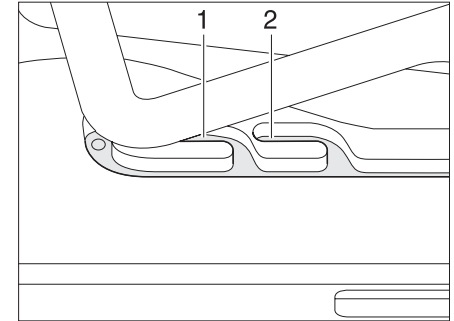
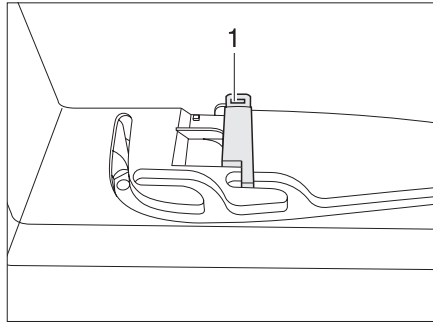

Bild 35 Heki-takluckan i ventilationsläge
Bild 36 Lås ventilationsläge
Heki-takluckan kan ställas i två ventilationslägen: Läget för dåligt väder (Bild 35,1) och mittläget (Bild 35,2). Beroende på modell kan takluckan låsas i mittläget med spärren (Bild 36,1).
- ▶ Tryck bygel lätt uppåt och skjut in den i det valda spåret (Bild 35,1 eller 2) och lås eventuellt.